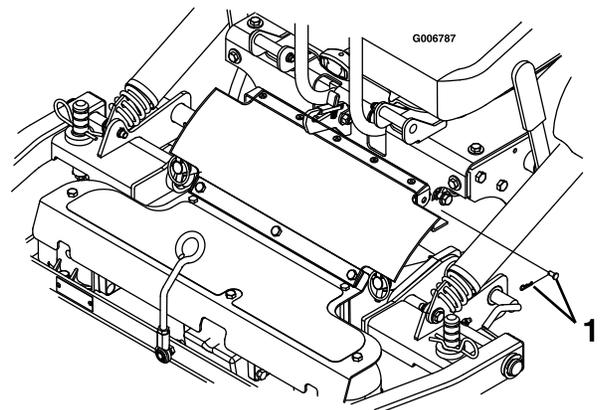

**Figura 70**
7. Retire los pasadores de seguridad de los extremos delanteros de los brazos de empuje en cada lado de la máquina (Figura 70).
6. Sujete los brazos de empuje con los pasadores de seguridad en el lado derecho e izquierdo de la máquina (Figura 70).